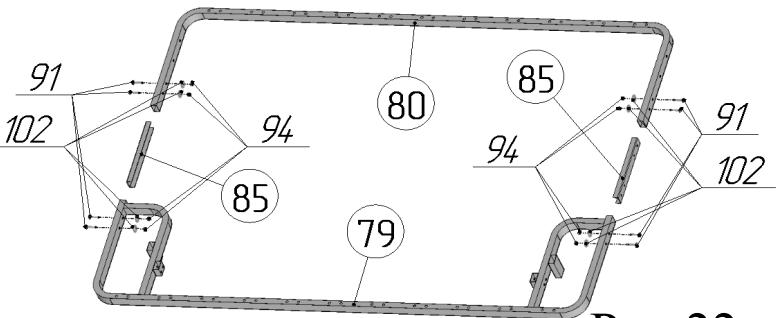

Рис.22
23. Соединить раму дивана переднюю поз.79 с рамой дивана задней поз.80 с помощью соединителей поз.85, винтов M6x30 поз. 91, шайб Ø6x18 стальных поз.102 и гаек M6 со стопорным кольцом поз. 94 (рис.22).